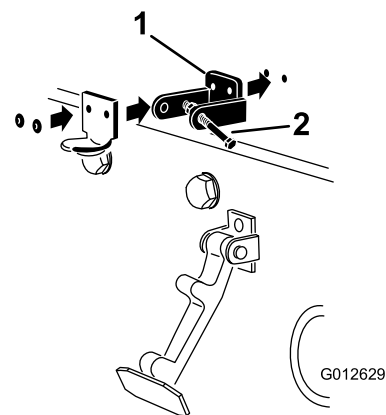

Figura 4
5. Remache el seguro de cierre, el cerradero y las arandelas al capó (Figura 4).
3. Alinee los taladros de montaje y posicione el cierre de seguridad para CE y el enganche del cierre sobre el capó (Figura 4).